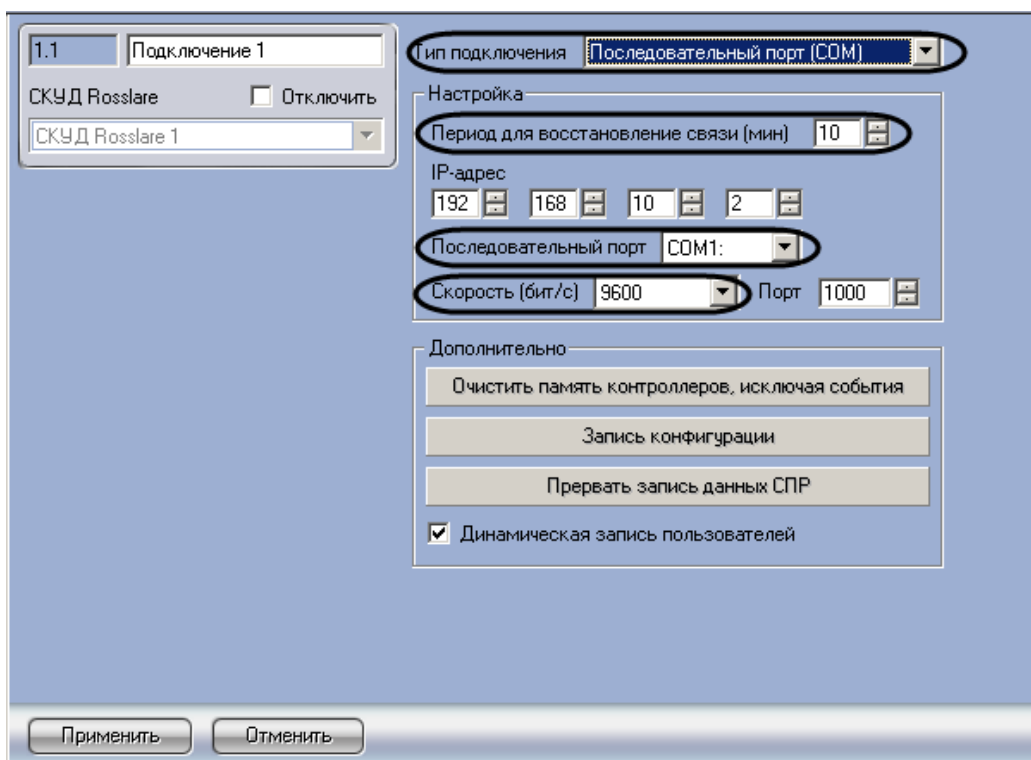

Рис. 3.3—2 Панель настроек объекта Подключение
1. Перейти на панель настроек объекта **Подключение** (Рис. 3.3—2).
2. Из раскрывающегося списка **Тип подключения** выбрать связь по COM-порту (см. Рис. 3.3—2, 1).
3. В поле **Период для восстановления связи (мин)** установить с помощью кнопок **вверх-вниз** время в минутах, в течение которого будут предприняты попытки восстановления связи с Сервером *Интеллект* (см. Рис. 3.3—2, 2).